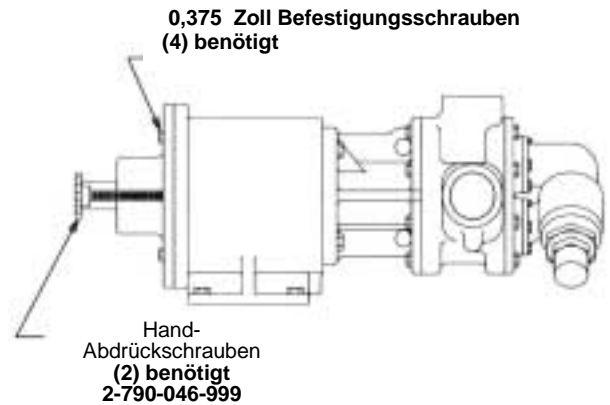

Abbildung 7
1. Wenn die Einheit mit einer Abstandskupplung ausgestattet ist, kann die Halterung der Kupplung mit dem Sockel verschraubt bleiben. Ohne Abstandskupplung muß entweder der Reduziergetriebe entfernt oder die Kupplung losgeschraubt werden. Lösen Sie die Leitungen von der Pumpe und sorgen Sie für mindestens 4 Zoll Freiraum am Ende der Kupplungswelle. Setzen Sie (2) 0,5 Zoll U.N.C. Handräder mit mindestens 4,5 Zoll des Gewindes in die zwei Gewindebohrungen in den Positionen 9 und 3 Uhr auf der Rückseite des Lagergehäuses. Entfernen Sie die (4) 0,375 Zoll Befestigungsschrauben Siehe Abbildung 7.